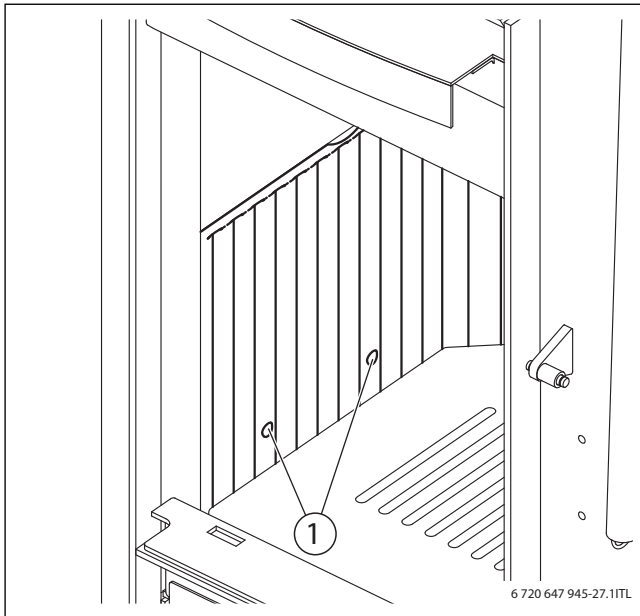

Bild 7 Primärluftöffnungen
- ▶ Beim Einbau der Gussplatten darauf achten, dass die Primärluftöffnungen unten sind (→ Bild 7, [1], Seite 13).